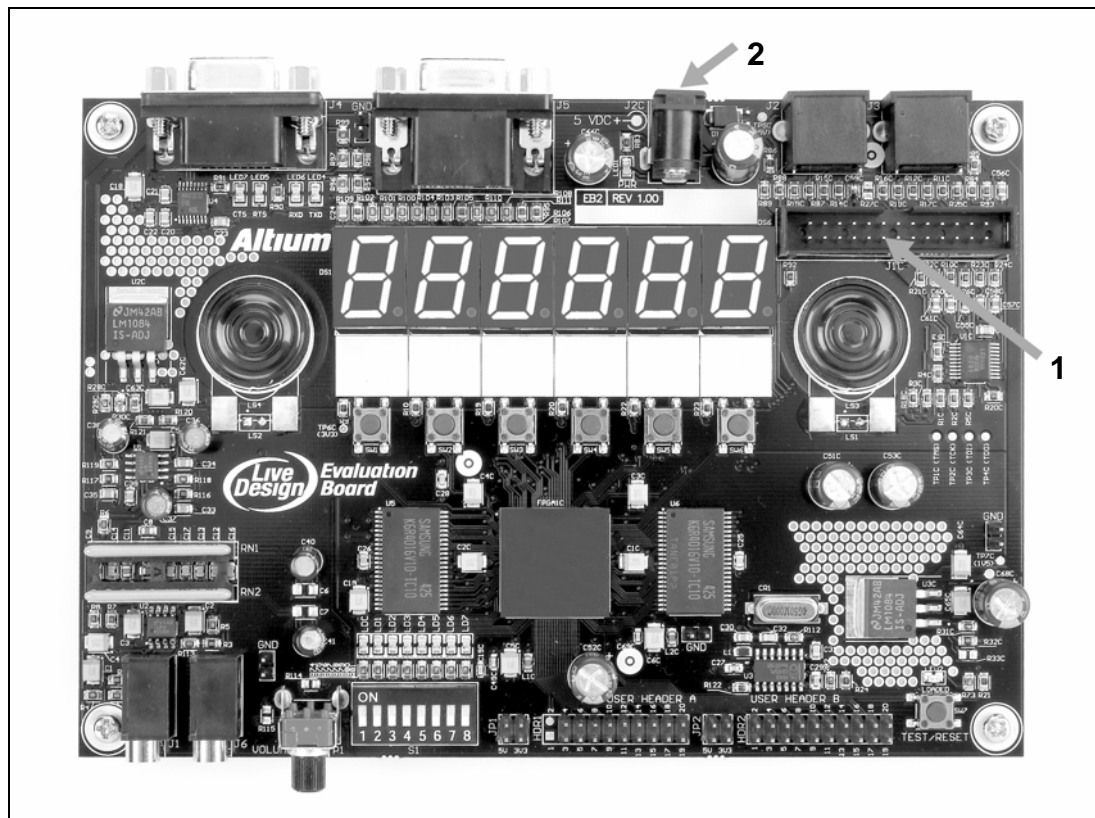

Figure 4. La Carte d'Evaluation LiveDesign
La Carte d'Evaluation LiveDesign se connecte à votre PC à travers son port parallèle. La Figure 4 représente la Carte d'Evaluation LiveDesign avec l'emplacement des principaux composants manipulés durant l'installation.
1. Connectez la Carte d'Evaluation LiveDesign à votre PC à l'aide du câble parallèle fourni, en utilisant le socket pour câble parallèle, comme indiqué en Figure 4.
2. Mettez la carte sous tension à l'aide du boîtier d'alimentation 5V courant alternatif et le cordon d'alimentation désignée en Figure 4. La LED d'alimentation doit s'allumer.